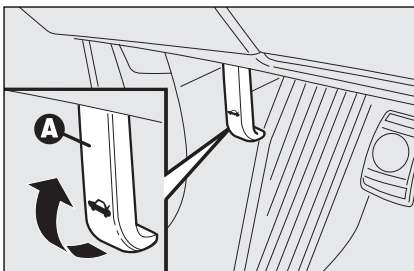

fig. 98
- trek de hendel **A-fig. 98** omhoog totdat u merkt dat de motorkap wordt ontgrendeld;